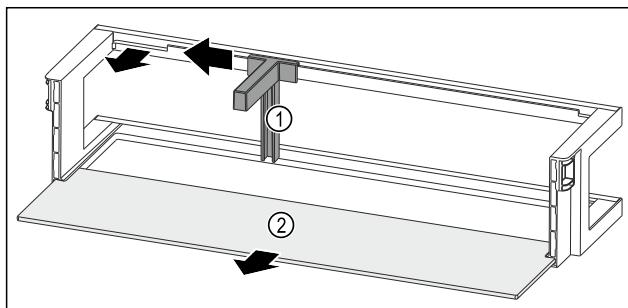

Fig. 93 Odkladací priestor vo dverách s držiakom fliaš a odkladacou plochou
- Potlačte držiak fliaš Fig. 93 (1) až k vybraniu do strany.
- Odoberte držiak fliaš Fig. 93 (1).
- Odoberte odkladaciu plochu Fig. 93 (2).